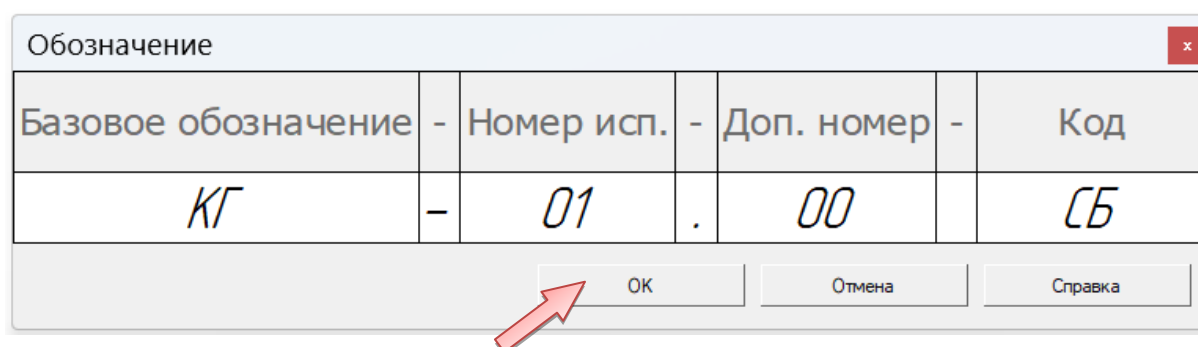

Рис. 2.3. Пример заполнения шифра в основной надписи
- Два раза щелкните ЛК в графе «Обозначение» основной надписи и укажите шифр чертежа (рис. 2.3) или впишите шифр вручную (рис. 2.4).